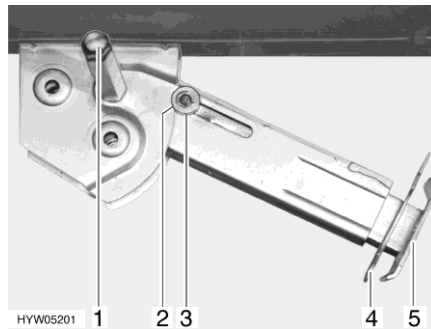

Fig. 28 Vérin stabilisateur
- Placer la clé à pipe sur l'écrou à six pans (Fig. 28,1) et tourner jusqu'à ce que le vérin stabilisateur soit en position verticale vers le bas.
- Retirer la goupille (Fig. 28,4) de la rallonge du pied d'appui (Fig. 28,5).
- Placer la clé à pipe sur l'écrou à six pans (Fig. 28,1) et tourner jusqu'à ce que le vérin stabilisateur se dégage du sol.
- Rentrer complètement la rallonge du pied d'appui (Fig. 28,5) et insérer la goupille (Fig. 28,4) dans le trou prévu à cet effet.
- Tourner la clé à pipe sur l'écrou à six pans (Fig. 28,1) jusqu'à ce que le vérin stabilisateur ait pivoté vers le haut et le disque de guidage (Fig. 28,3) soit complètement rentré dans l'encoche (Fig. 28,2).